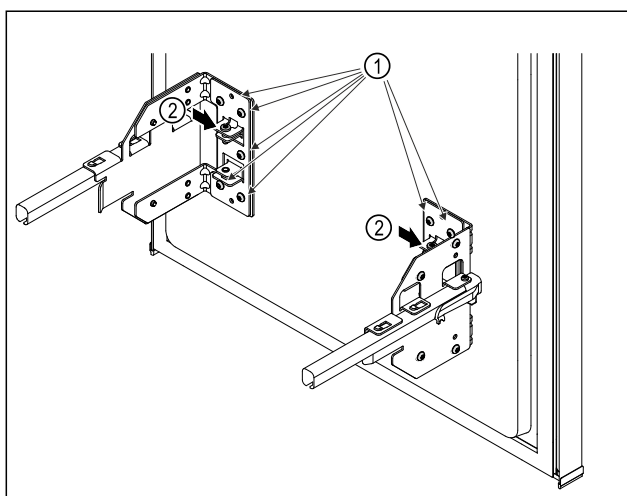

Fig. 10
- Desfaceți ușor șuruburile Fig. 10 (1).
- Rotiți șuruburile Fig. 10 (2), pentru a deplasa căruciorul de extragere în sus sau în jos.
- Strângeți ferm șuruburile Fig. 10 (1) până la opritor.